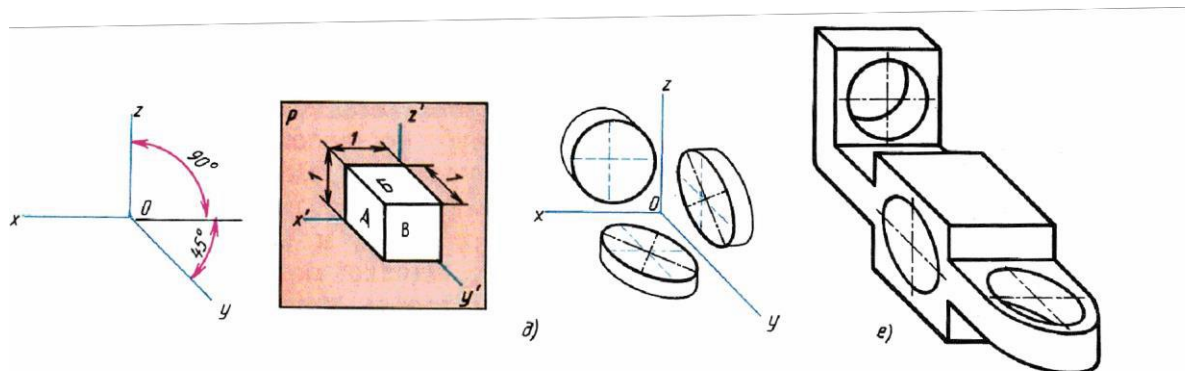
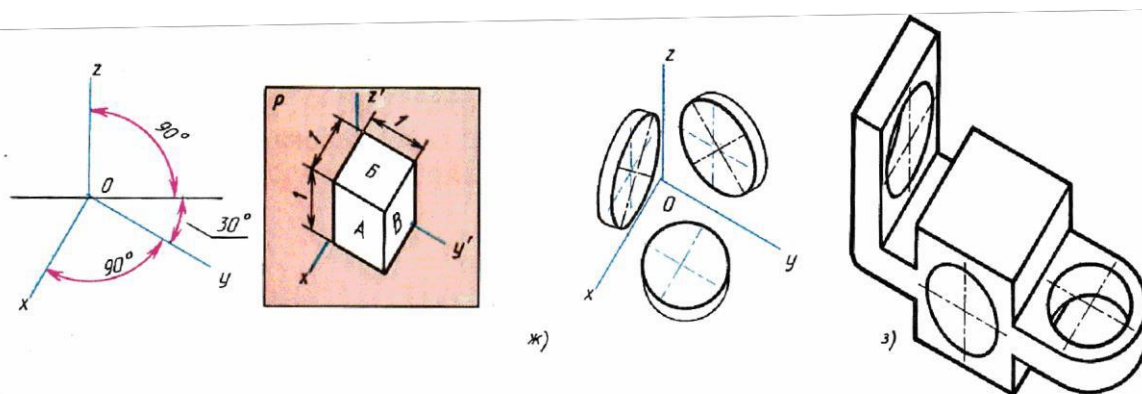
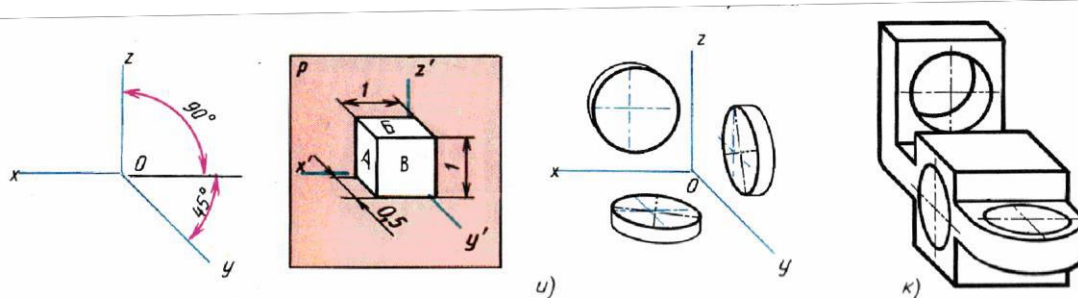

Рисунок 29 - Фронтальная изометрическая проекция
Рисунок 30 - Горизонтальная изометрическая проекция
Рисунок 31 - Фронтальная диметрическая проекция
- а) фронтальная изометрическая (рис.29), б) горизонтальная изометрическая (рис.30) в) и фронтальная диметрическая (рис.31).